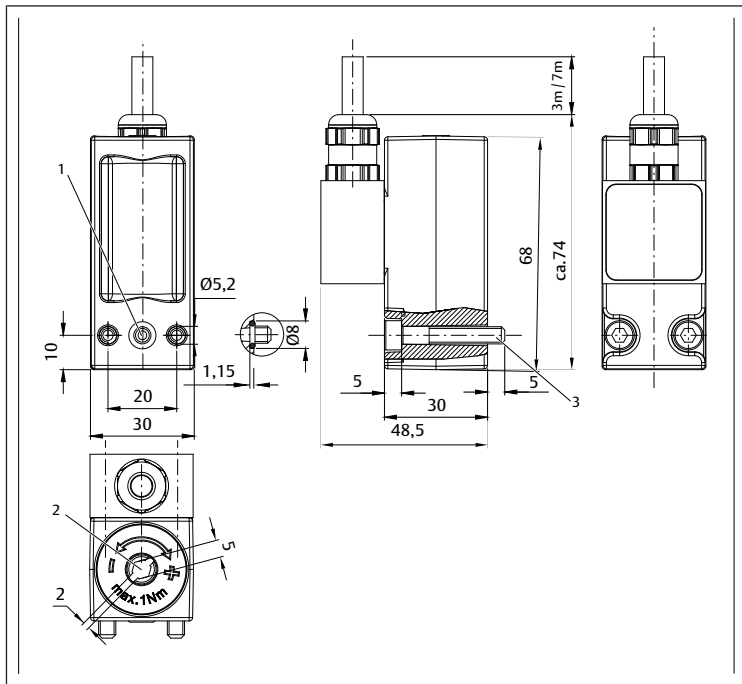

Bild 1: Pneumatisk anslutning fläns
- Flänsanslutning M5: $M_A = 2,5^{+0,5}$ Nm (se → Bild 1)